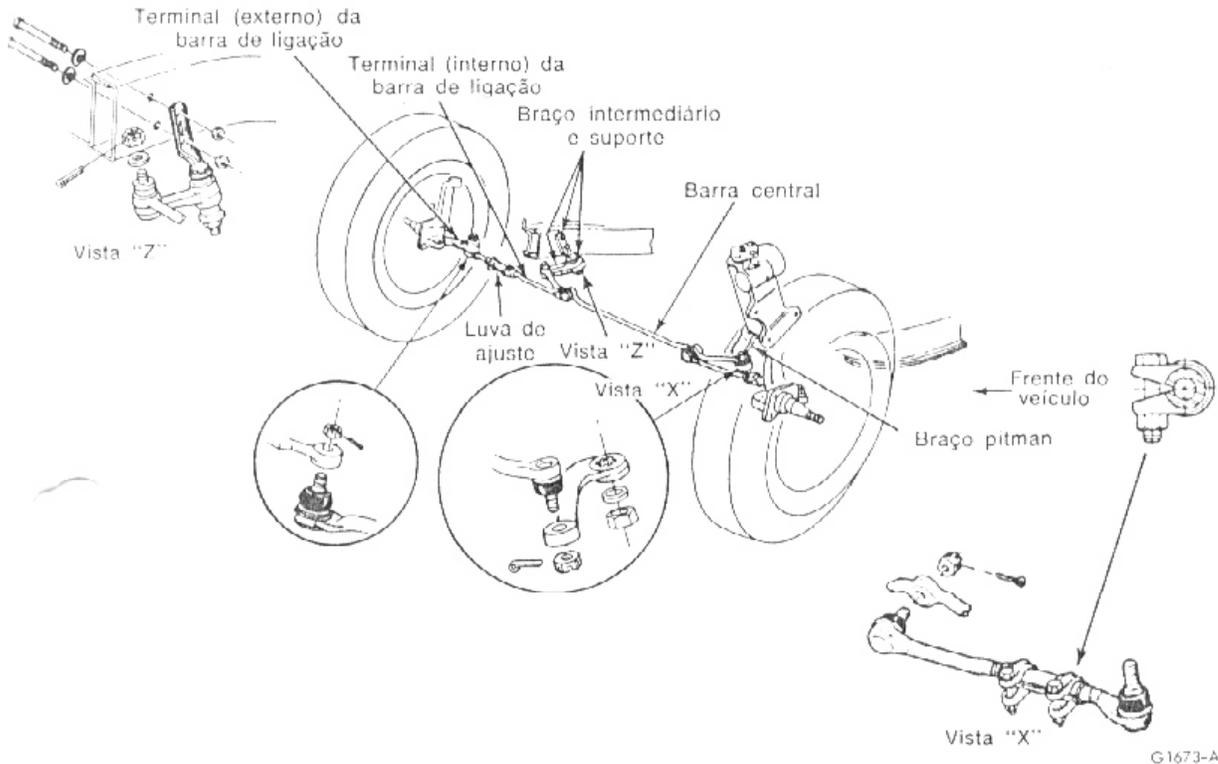

fig. 1 — articulações do sistema de direção
As articulações da direção dos veículos Maverick são constituídas por um braço Pitman, uma barra central, um braço intermediário e suporte e 2 barras de ligação com respectivas luvas e terminais (fig. 1).
- Remover os contra-pinos e porcas que prendem os extremos internos da barra de ligação na barra central (fig. 1).